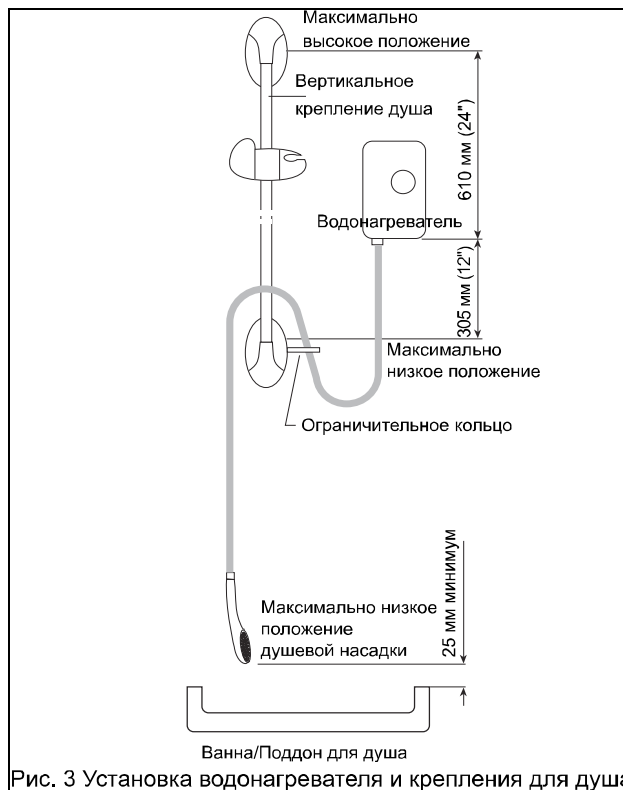

Рис. 3 Установка водонагревателя и крепления для душа
- расстояние от нижнего края водонагревателя до душевой насадки в стационарном положении (максимально низкое положение насадки)- не более 305 мм (см рис. 3)
В случае, когда душевая насадка в свободно висящем положении находится на расстоянии менее 25 мм (1") от уровня перелива ванной, душевого поддона или биде, рекомендуется установить ограничительное кольцо (см. рисунок 3).